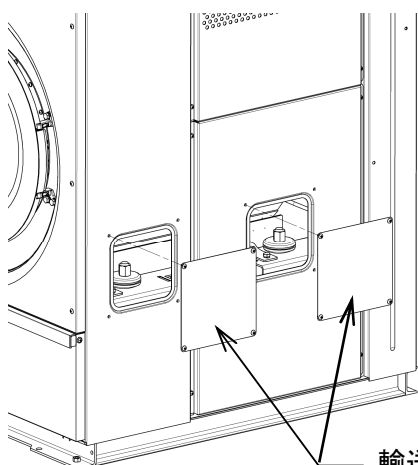

図 4-4
- ・ 輸送止め取外し用カバーを外します。(左右側面:計 4ヶ所)(図 4-4)